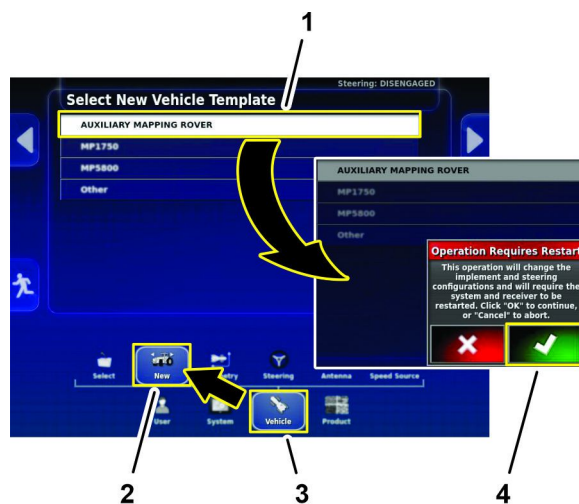

Figure 185
3. Sur l'écran de Configuration, appuyez sur l'icône VÉHICULE et l'icône NOUVEAU (Figure 185).
4. Sur la page de sélection d'un nouveau modèle de véhicule, appuyez sur l'icône ROVER DE CARTOGRAPHIE AUXILIAIRE (Figure 185).
5. Dans la boîte de dialogue Redémarrage obligatoire, appuyez sur l'icône de confirmation (Figure 185).